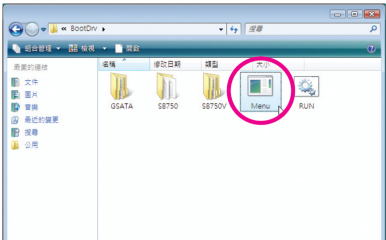
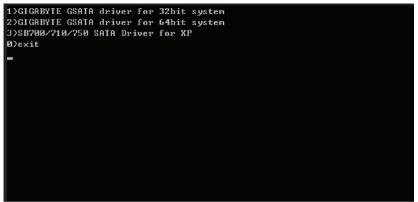

图 2
图 3
- 2：进入光盘中的"BootDrv"文件夹，双击"Menu.exe"文件(图 2)后会出现"命令提示符"画面，内含如图 3 所示的控制器菜单。
- 3：放入空白磁盘。按下 SATA 控制器驱动程序代码后再按<Enter>键。以图 3 的菜单为例，请选择"3) SB700/710/750 SATA Driver for XP"。